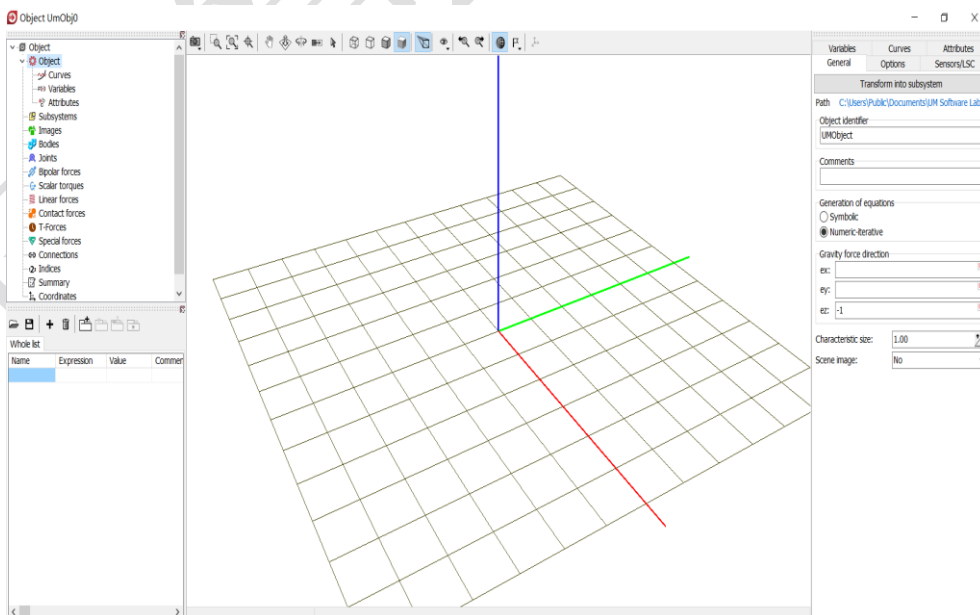

图 2-3
- 2) 选择主菜单 **File** → **New object**, 新建一个 UM 模型, 缺省名称为 **UmObj0**。这时出现 **UM Input** 建模主窗口, 左侧上部是模型树（层次结构）, 下部是参数表（参数化建模）, 右侧为交互界面（输入和修改模型数据）, 中间为动画窗口（显示三维模型）, 如图 2-3 所示。左侧模型树选中的对象决定了动画窗口和交互界面显示的内容, 当前模型没有任何对象, 因此只显示了总体坐标系（惯性参考系, **Base0** 坐标系）, 辅助网格缺省位于 **X-Y** 平面。